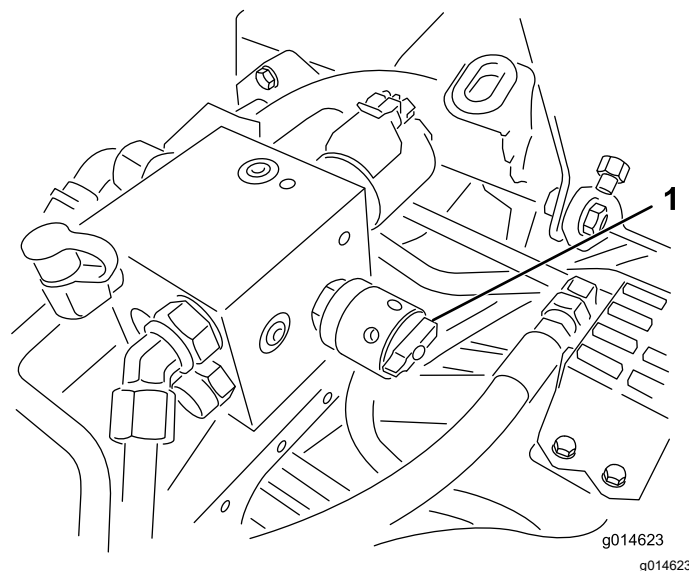

Figura 53
6. Girate il comando di velocità dei cilindri in posizione 1 (Figura 53).
4. Regolate la velocità dei cilindri ruotando la manopola (Figura 53) fino a quando le frecce degli indicatori non sono allineate con il numero determinato al passaggio 3.